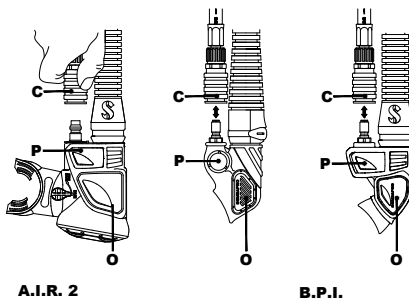

Fig. 6
Para conectar el acoplamiento de desconexión rápida (Fig. 6 - C):
Para inflar el chaleco hidrostático, pulse el botón de la válvula de inflado (Fig. 6-P). Debería entrar aire en el chaleco. Para controlar mejor el inflado, aplique pequeñas ráfagas de aire pulsando y soltando repetidamente el botón de la válvula.
2. Con el mismo aliento, siga exhalando mientras pulsa hasta abajo el botón de la válvula oral de inflado (Fig. 6-O).